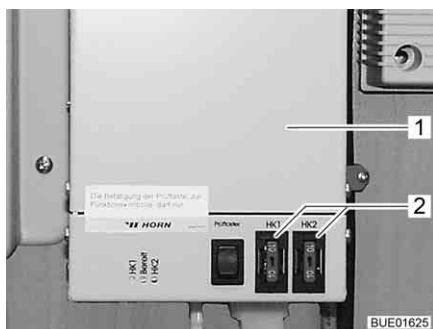

Bild 164 Regulator för avloppsledningarnas värmesystem
Säkringarna finns på regulatorm (Bild 164,1).
- Byt säkring (Bild 164,2).